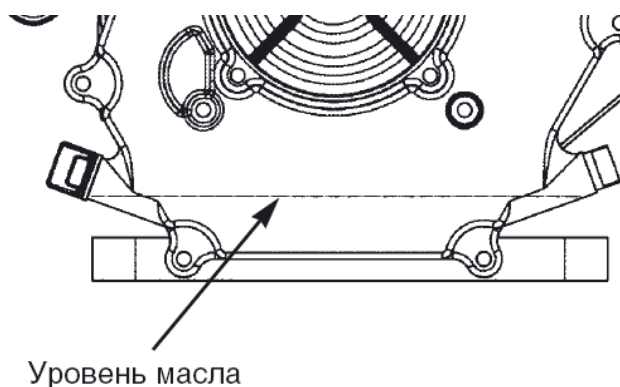

Рис. 6
2. Залить в горловину масло до нижнего края заливного отверстия (рис. 6). Проверить уровень масла в соответствии с 9.2.1.
На прогретом до рабочей температуры двигателе вывинтить пробку для слива масла, поместив под сливным отверстием вспомогательную емкость. После прекращения истечения масла установить пробку на штатное место и затянуть. Залить масло в горловину, удалив щуп, до нижнего края заливного отверстия (рис. 6). Проверить уровень в соответствии с п. 9.2. Внимание! Не производить самостоятельно промывку системы смазки. В случае возникновения подозрений на повышенный уровень загрязнения обратиться в соответствующий авторизованный сервисный центр.